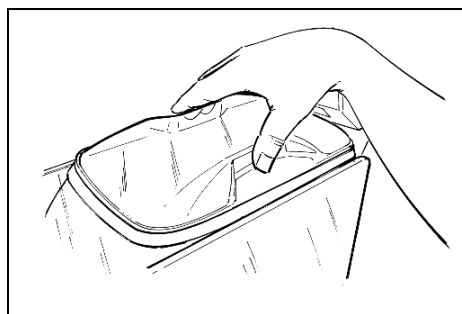

Fig. 18
- Quite la subtapa transparente (fig.18).